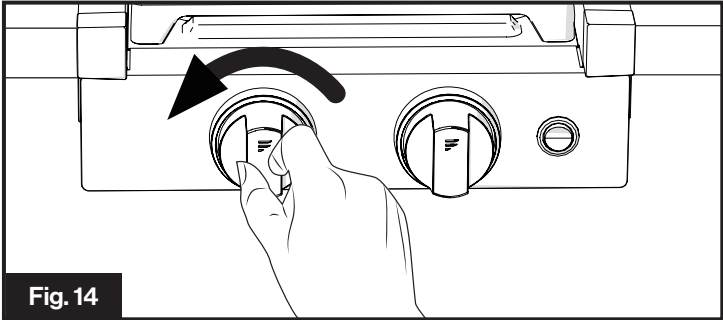

Fig. 14
1. Empuje y gire la perilla de control del quemador correspondiente en sentido contrario a las agujas del reloj hasta la posición . Mantenga presionada la perilla de control del quemador hasta que se encienda el quemador. (Fig. 14)